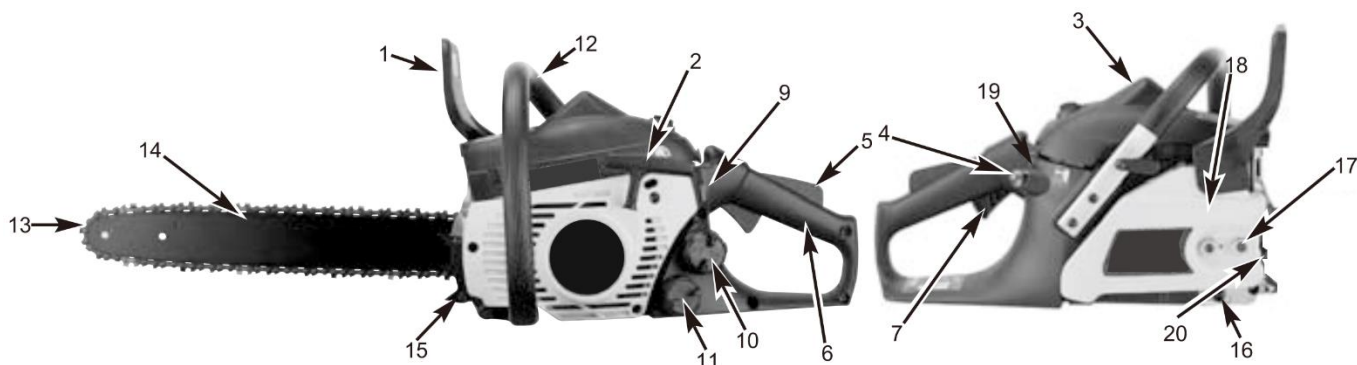

Рис. 1.
Ручка тормоза цепи (1) (См. Рис.1)
Для безопасности, цепная пила оснащена тормозом цепи (1) (См. Рис.1). Тормоз цепи включается автоматически в случае резкого, сильного отскока, который вызывается прикосновением конца направляющей шины к древесине (или другому твёрдому предмету) во время работы. Тормоз цепи служит для блокировки пильной цепи перед стартом, и для ее моментальной остановки в экстренных случаях.
Выключатель зажигания двигателя (9) (См. Рис.1)
Рычаг блокировки газа (5) (См. Рис.1)
Предотвращает случайное включение двигателя (приведение пильной цепи в движение). Рычаг газа (7) не может быть нажат, если не нажат рычаг блокировки газа (5) (См. Рис.1).
Задняя ручка (6) (См. Рис.1)
Пильная цепь, снижающая риск отскока (13) (См. Рис.1)
Зубчатый упор (15) (См. Рис.1)
Цепеуловитель (16) (См. Рис.1)
Праймер подкачки топлива (19) (См. Рис.1)